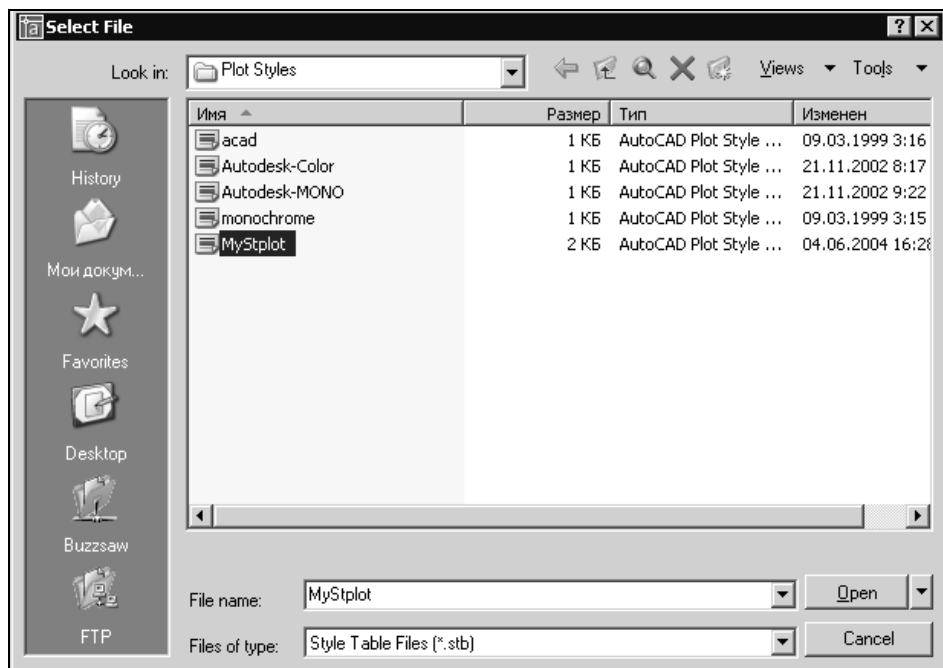

Рис. 19.8. Диалоговое окно для выбора файла с именованными стилями печати
- В появившемся диалоговом окне **Select File** (Выбор файла) (рис. 19.8) выберите папку и файл таблицы именованных стилей печати для его подключения к текущему чертежу, затем щелкните мышью на кнопке **Open** (Открыть).